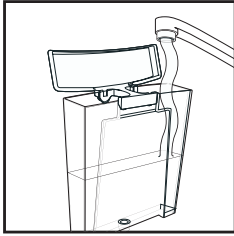

Рис. 1
- **Внимание! Перед первым использованием кофеварки извлеките красную резиновую пробку из резервуара для воды (16).**
- Снимите емкость (16), наполните ее холодной водой до отметки MAX и установите на место (рис.1).